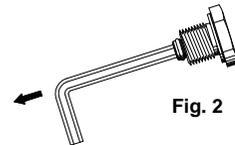

Fig. 2
- All'interno del tappo da 1/4" è avvitata la boccia di by-pass. Rimuoverla con una chiave brugola da 4 mm (Fig. 2).